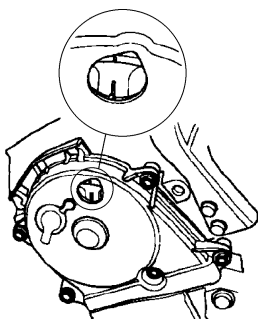

图 2-25 检查凸轮轴带轮上标记
① 如果凸轮轴带轮的标记位于 TDC 位置, 转到第 21) 步。
② 如果凸轮轴带轮的标记不在 TDC 位置, 拆下正时带, 并重复第 2) 步到第 20) 步, 如图 2-25 所示。